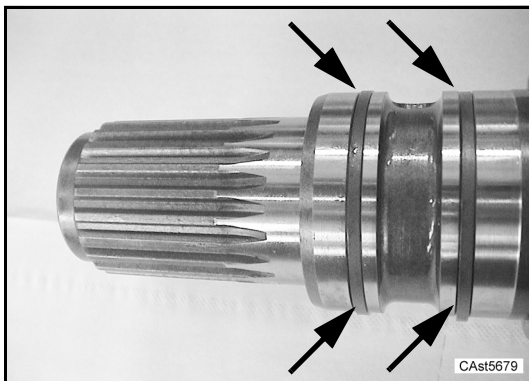

Fig. 3
- Pulire accuratamente l'albero ed assicurarsi che non sia danneggiato, rigato od ovalizzato nelle zone di contatto con gli anelli (Fig. 3).
- Clean shaft very carefully and ensure that the part in contact with the shaft seal is not damaged, cut or out of roundness (Fig. 3).